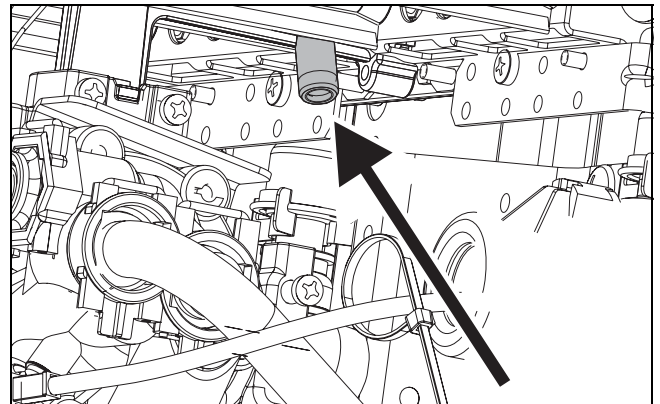

Fig. 14 Punctul de măsurare a presiunii
- ▶ Se deșurubează șurubul de închidere (fig. 14).